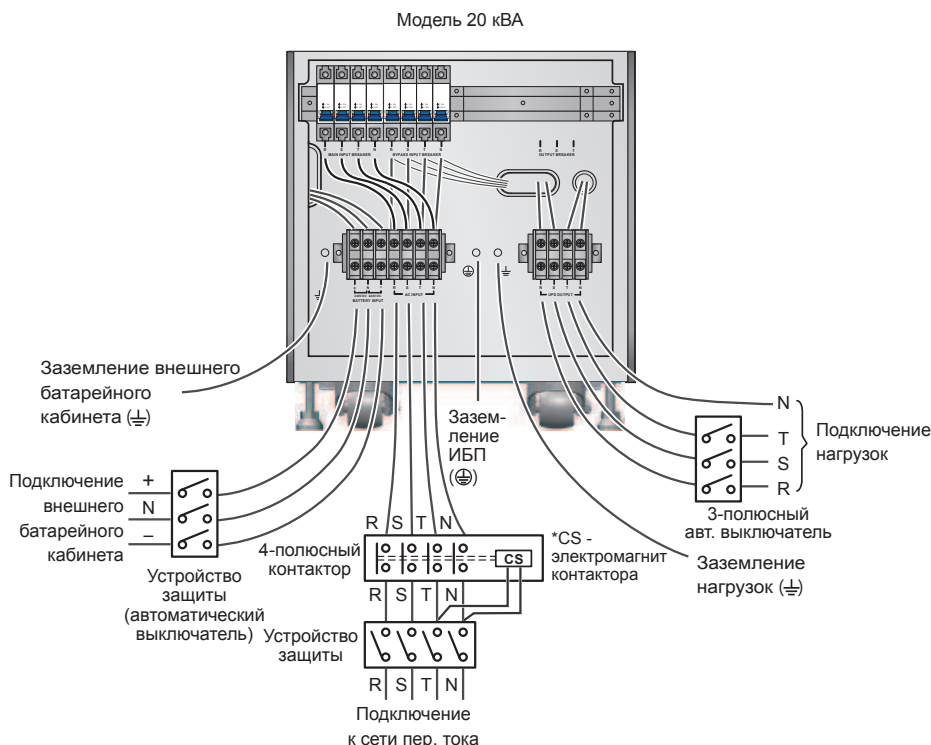

Рис. 6-9. Схема подключения одиночного ИБП 20 кВА в конфигурации с одним входом
- 6 Подключите к блоку зажимов кабели электросети, выхода и внешнего батарейного кабинета (см. **рис. 6-9 и 6-10**).
- 2** Подключите кабели электросети переменного тока, нагрузок и внешнего батарейного кабинета к соответствующим зажимам ИБП (см. **рис. 6-9, 6-10, 6-15**).